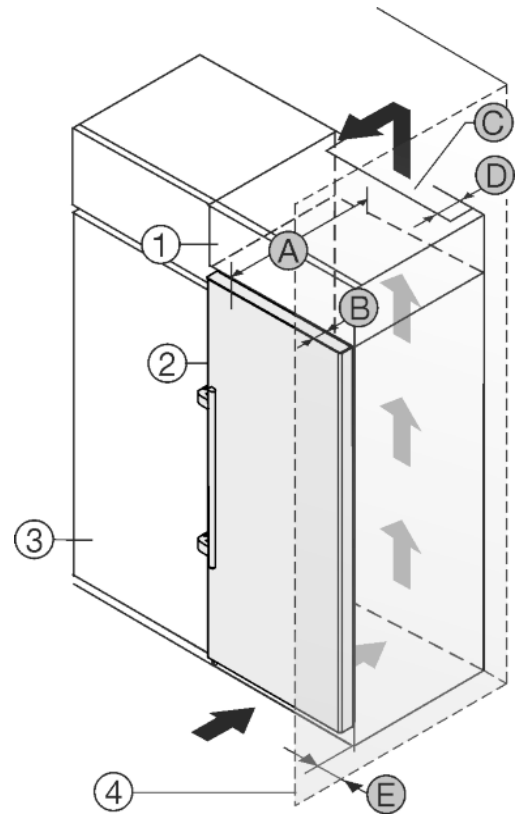

Fig. 22
Устройство может быть окружено кухонными шкафами. Чтобы уравнять устройство Fig. 22 (2) по высоте с кухонной стенкой, можно установить над устройством дополнительный шкафчик Fig. 22 (1).
Установить устройство можно непосредственно рядом с кухонным шкафом Fig. 22 (3). Чтобы можно было полностью открыть двери, устройство должно выступать на глубину Fig. 22 (B) относительно передней стенки кухонного шкафа. В зависимости от глубины кухонных шкафов и использования пристенных распорок устройство может выступать и больше.
- На задней стенке дополнительного шкафчика должен быть вентиляционный канал с глубиной Fig. 22 (D) по всей ширине этого шкафа.
- Нужно соблюдать вентиляционное отверстие Fig. 22 (C) под нижней панелью.
Если устройство установлено на шарнирах у стены *Fig. 22 (4)*, то нужно соблюдать расстояние *Fig. 22 (E)* между устройством и стеной. Настолько выступает ручка при открытой дверице.